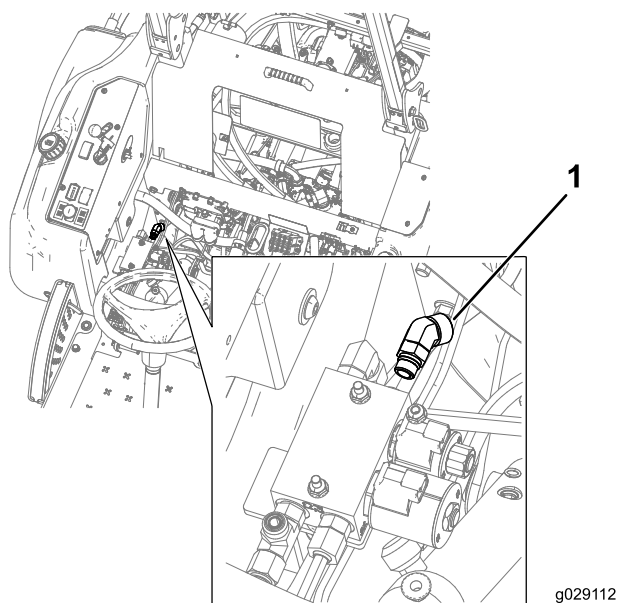

Рисунок 19
5. Поднимите сиденье машины и установите 45-градусный штуцер, как показано на Рисунок 19.